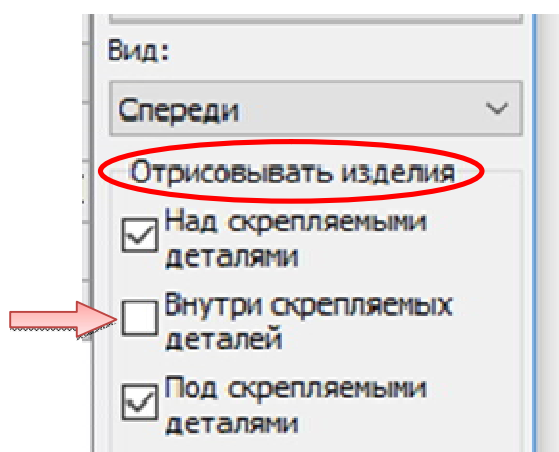

Рис. 4.38. Отключение отрисовки соединения внутри скрепляемых деталей
- Отключите опцию «Внутри скрепляемых деталей» в группе «Отрисовывать изделия» и нажмите кнопку «Применить» (рис. 4.38).